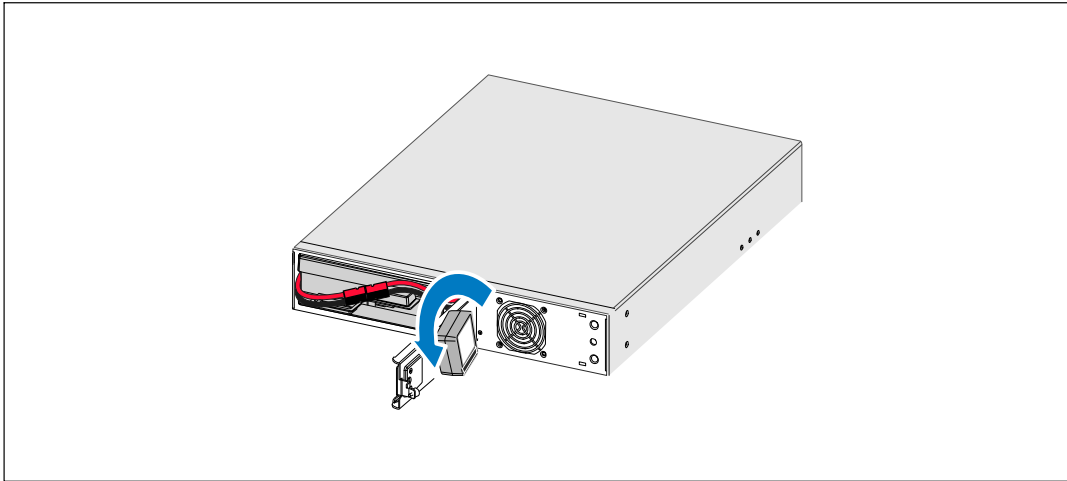

Figure 22. Réglage de l'orientation du panneau de commande de l'onduleur
- 4 Tournez le panneau de commande de 90° dans le sens inverse des aiguilles d'une montre (voir Figure 22).